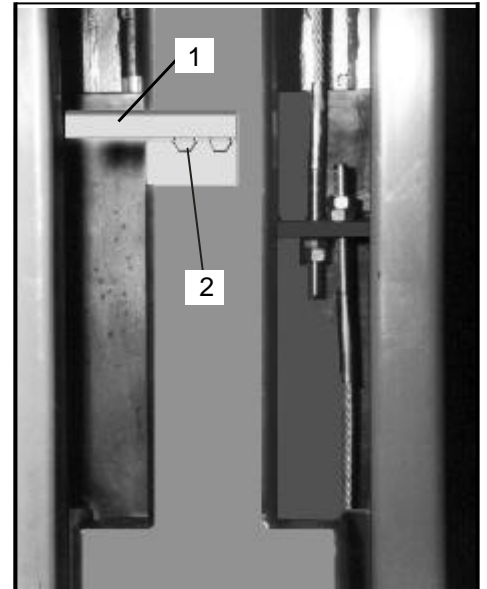
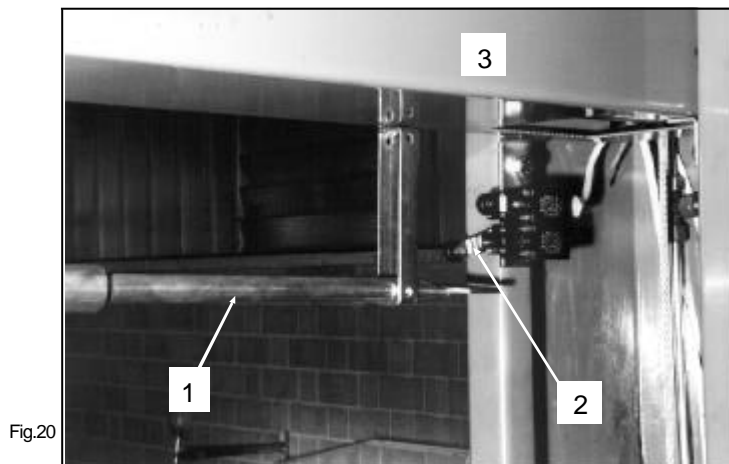

Fig.19
Fig.20
- nel caso vengano sollevati autoveicoli di altezza superiore a 1,5 metri, la salita viene interrotta dalla "barra di fine corsa" (rif.1 Fig.20) che, spinta dal veicolo, agisce sui microinterruttori.
- in caso di extra corsa della parte mobile, sono stati previsti due microinterruttori (rif.2 e 3 Fig.20) collegati in serie tra loro e montati nella parte superiore della colonna lato comando; essi sono azionati normalmente dall' "azionatore" (rif.1 Fig. 19) montato sul carrello lato comando; nel caso che il primo microinteruttore non dovesse funzionare, il secondo interviene dopo circa 30 mm di corsa del carrello.
- When vehicles higher than 1.5m are lifted, the rise is interrupted by the "end-stroke bar" (ref.1, fig.20), which, pushed by the vehicle, works on the limit switches.
- if the moving part exceeds its travel distance, on the upper part of the command post there are two limit switches connected in series and are usually set working by the "actuator" (ref.2 and 3, fig.20) on the command side carriage. If the first limit switch did not work, the second one would trip after 30 sec. of carriage run.